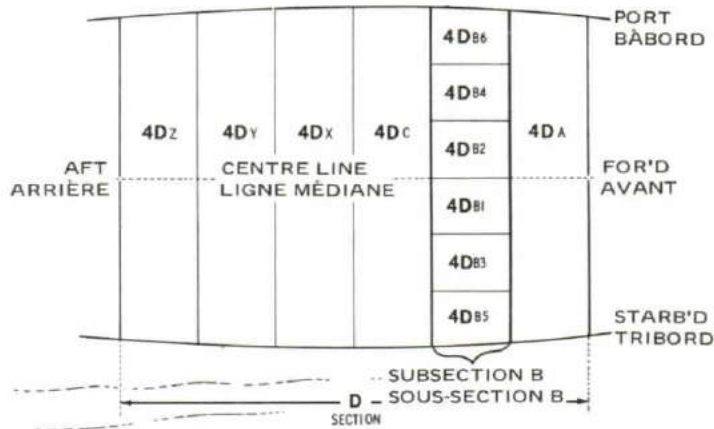

Figure 8-23
27. But suppose this sub-section "4DB" is divided athwartships into compartments. Then starting at the centerline and working outwards you number the starboard compartments with small odd numbers, and the port side compartments with small even numbers, as shown in Figure 8-23, (looking down upon sub-section "4DB").
27. Supposons maintenant que cette sous-section 4DB soit elle aussi divisée par le travers en compartiments. En partant de la ligne médiane, et en s'éloignant vers le bord, on numérote les compartiments tribord avec des petits chiffres impairs tandis que les compartiments bâbord reçoivent de petits chiffres pairs, comme le montre la figure 8-23, (plan de la sous-section 4DB).